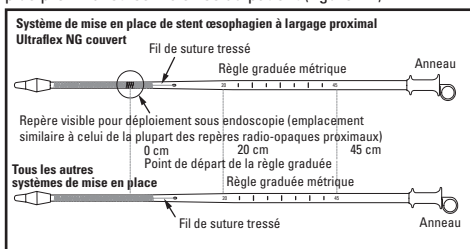

Figure 1B. Système de mise en place de stent œsophagien UltraFlex NG
Sur le système de stent œsophagien à largage proximal Ultraflex™ NG couvert uniquement, le stent peut être placé par voie endoscopique à l'aide du repère visible (figure 1B) servant de guide ou sous radioscopie à l'aide des repères radio-opaques. Tous les autres stents doivent être mis en place sous radioscopie.
Le système de mise en place du stent non couvert est muni de deux (2) repères radio-opaques permettant de faciliter la mise en place sous radioscopie. Ces repères radio-opaques indiquent la position finale estimée des extrémités du stent déployé (figure 2A). Le stent couvert est muni de quatre (4) repères radio-opaques. Les deux (2) repères externes indiquent la position estimée des extrémités du stent déployé. Les deux (2) repères internes indiquent la position estimée des extrémités du revêtement du stent déployé (figure 2B). Une règle graduée métrique est imprimée sur le corps afin de faciliter la mise en place du stent et permettre de lire la distance entre le repère radio-opaque le plus proximal et les incisives du patient (figure 1B).